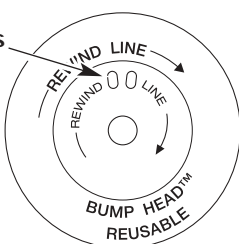

Fig. 15
**REMARQUE :** le SplitLineMC peut être utilisé seulement avec le moulinet intérieur à trous allongés. Le fil simple peut être utilisé avec les deux sortes de moulinet intérieur. Identifiez votre type de moulinet en vous référant à la Figure 15.